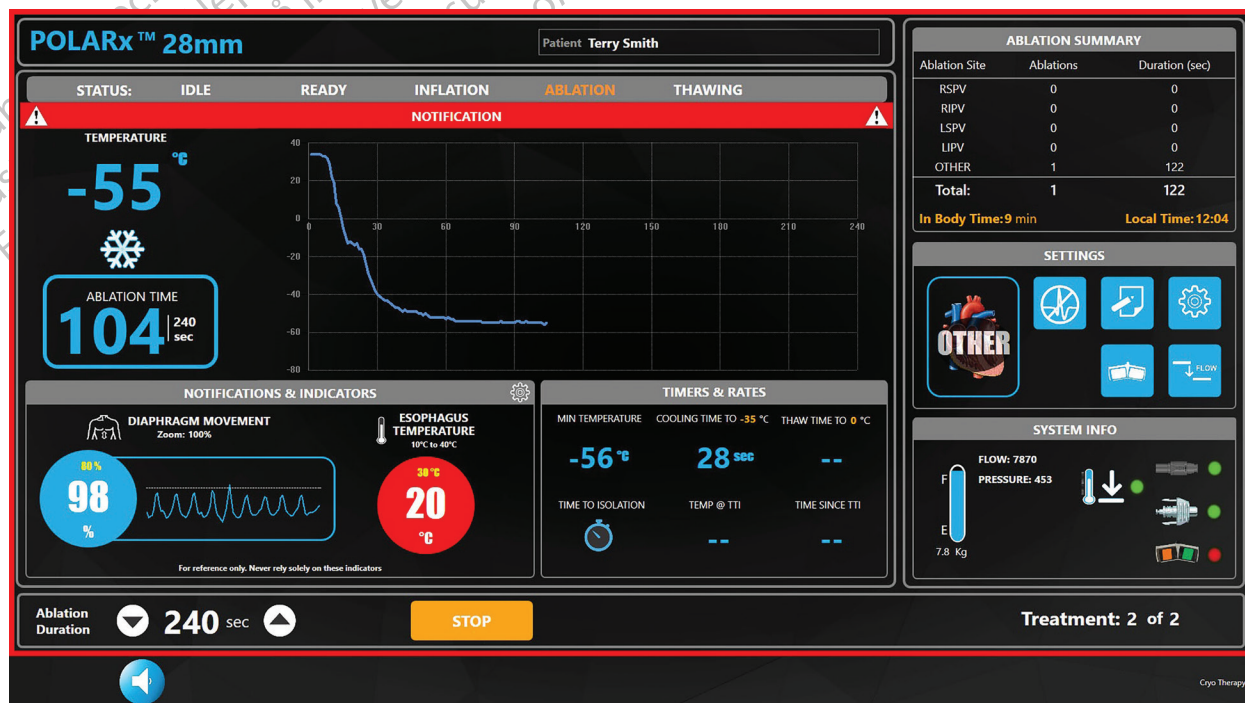

Abbildung 8. Warnmeldung Esophagus temperature (Ösophagus-Temperatur)
- Den Zahlenwert neben der Funktion **Esophagus Temperature** (Ösophagus-Temperatur) auswählen. Die Ösophagus-Temperatur (**Esophagus Temperature**) mit den Pfeiltasten nach oben/unten auf den gewünschten Wert einstellen. Wenn die Temperatur den in diesem Feld gewählten Sollwert erreicht, wird der Wert für **ESOPHAGUS TEMPERATURE** (Ösophagus-Temperatur) auf dem Bildschirm Therapy (Therapie) rot und blinkt, ein roter Rand um den Bildschirm herum blinkt und die Titelleiste des Temperaturdiagramms blinkt rot mit einer akustischen Meldung (Abbildung 8). Die Warnmeldung kann während der Phasen **INFLATION** (Aufdehnung), **ABLATION** und **THAWING** (Auftauen) angezeigt werden.